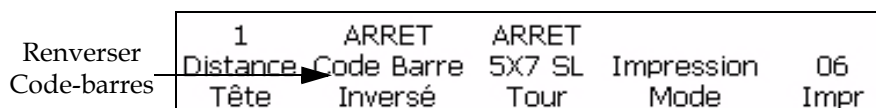

Figure 5-61: Fenêtre <06 Imprimer>
- 2 Commencer dans la Fenêtre <06 Imprimer> (01 Editer > 02 Editer > 03 Editer > 04 Editer - Config. Imprimante > 01 Imprimer > 02 Imprimer > 03 Imprimer > 04 Imprimer > 05 Imprimer > 06 Imprimer). Voir Figure 5-61.